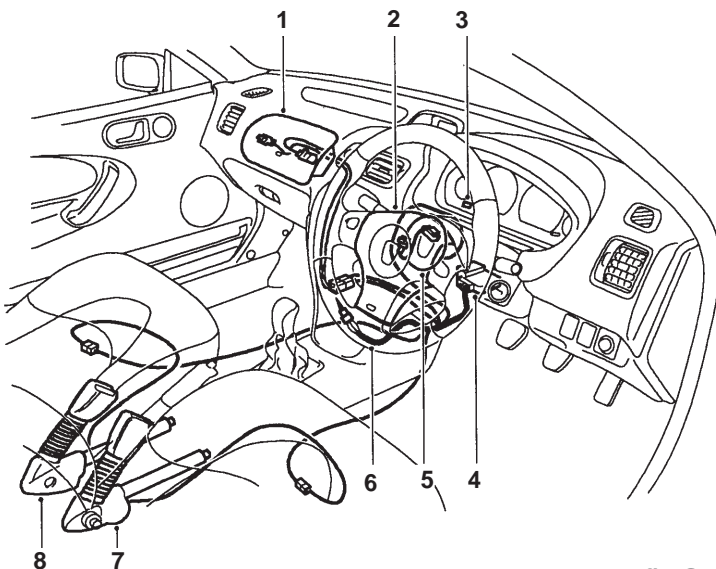

fig. Car. 44
**Remarque :** Le type sur les conduites à gauche est symétrique à celui des conduites à droite (fig. Car. 44).